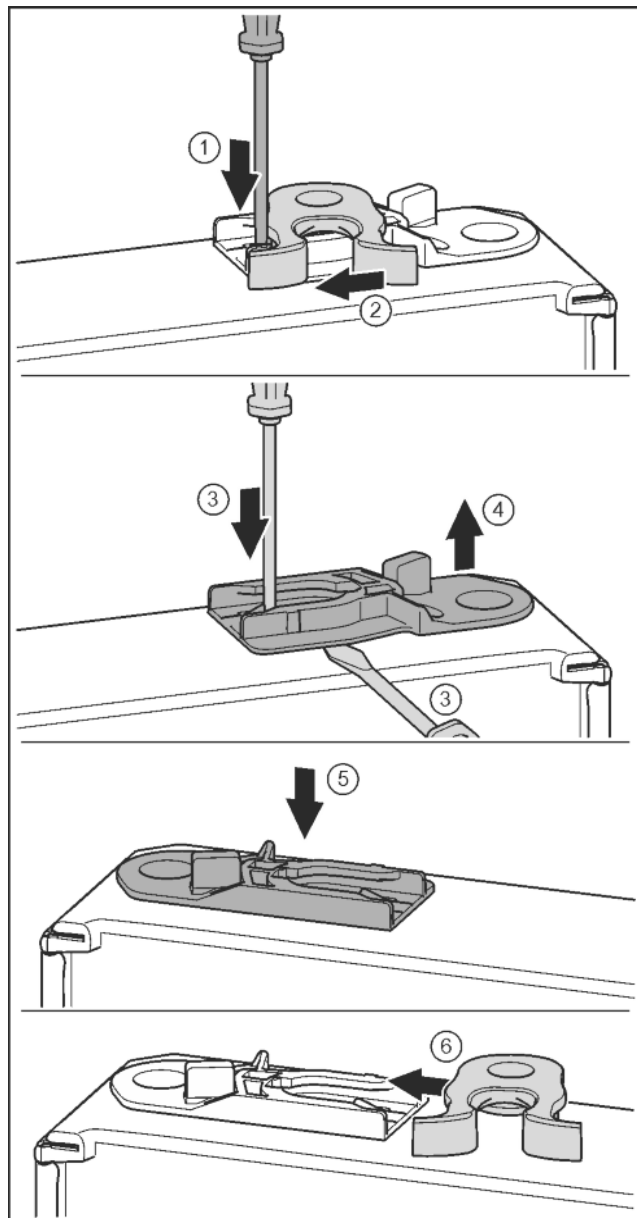

Fig. 19
- Plochým šroubovákem přitlačte lamelu dolů. Fig. 19 (1)
- Vytáhněte petlici z vedení. Fig. 19 (2)
- Vytáhněte vodící pouzdro: Stiskněte jazyček šroubovákem a současně plochým šroubovákem zajedťte pod vodící pouzdro. Fig. 19 (3, 4)
- Vodící pouzdro přiložené v příslušenství zasuňte na druhé straně pláště. Fig. 19 (5)
- Petlici zasuňte do vedení. Fig. 19 (6)